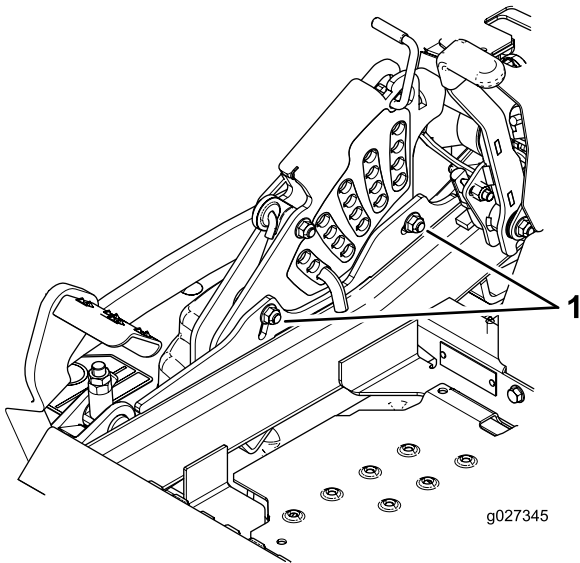

Figura 93
- Para ajustar el sistema de ajuste de un solo punto, afloje los 2 pernos situados cerca del borde inferior de la pletina de altura de corte (Figura 93).